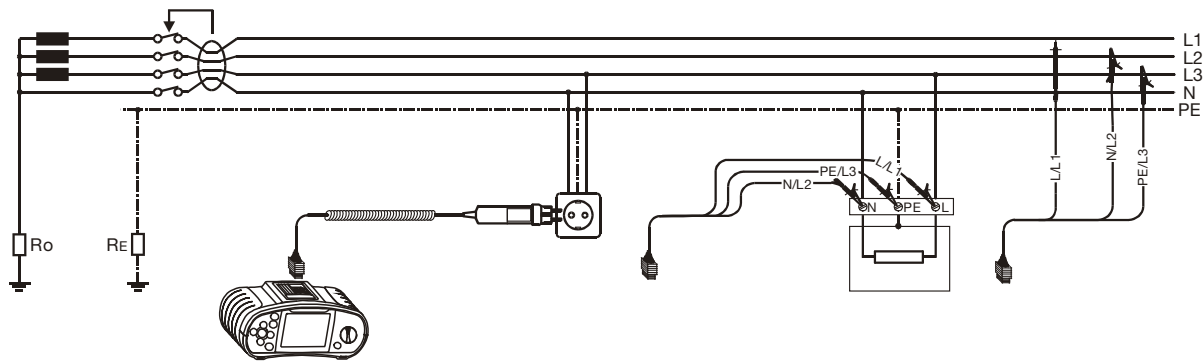

Abb. 5.40: Anschlussplan
Schritt 2 Befolgen Sie zur Durchführung der Spannungs- und Frequenzmessung den Anschlussplan in Abb. 5.40.